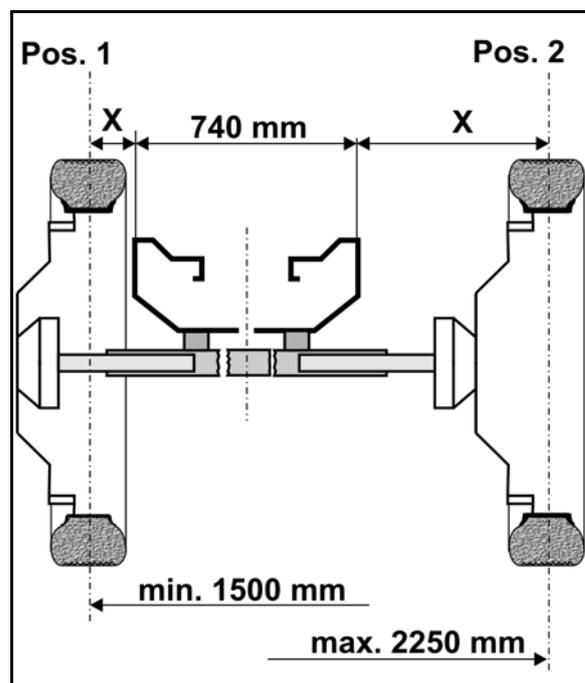

Рис. 134
Регулируемая ширина колеи зависит от установки колес (Рис. 134):
5. Задвиньте или выдвиньте полуось в необходимое положение. Для этого определите расстояние x от внешней кромки основной рамы (Рис. 134/1) до середины колеса опрыскивателя и соответствующим образом задвиньте или выдвиньте полуось.